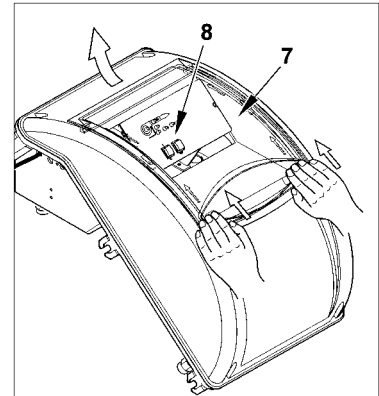

Figura 4
4) Para volver a cerrar la tapa del cuadro eléctrico, poner los 4 tornillos (1) ejercitando un par de apriete de aproximadamente 5 Nm para asegurar una correcta hermeticidad. Ahora, para acceder al panel de mandos (8), desenganchar la tapita transparente (7), y con una ligera presión con las manos en la dirección que indican las flechas de la figura 4, hacer que se deslice un poco y separarla de la tapa.